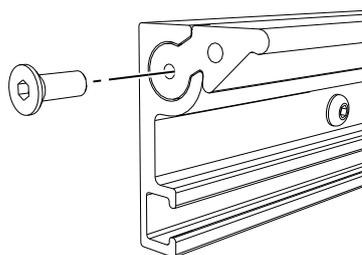

Abbildung 52. Gummileiste sichern
9. Die Gummileiste mit der dazugehörigen Schraube sichern, siehe Abbildung 52.